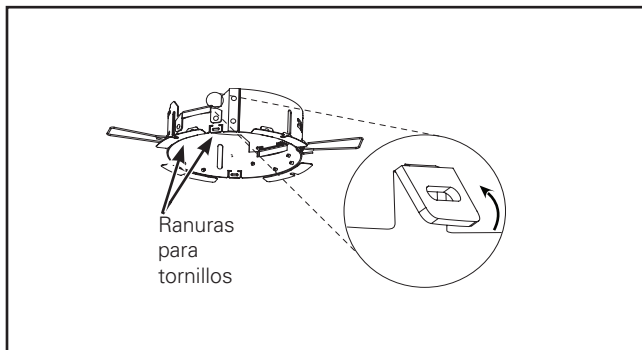

Figura 28
4. Para evitar que se mueva la unidad del anillo adaptador en la abertura del alojamiento/techo, utilice un destornillador de cabeza plana para levantar hacia afuera las 3 lengüetas para centrado (Figura 28).